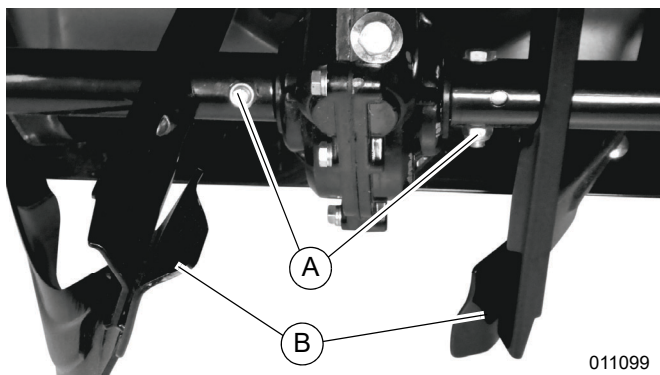

Figura 4-4. Revisión y reemplazo de los pernos de seguridad de la barrena
1. Consulte la **Figura 4-4**. Retire los pernos de seguridad y las contratueras (A) con dos llaves de 13 mm.